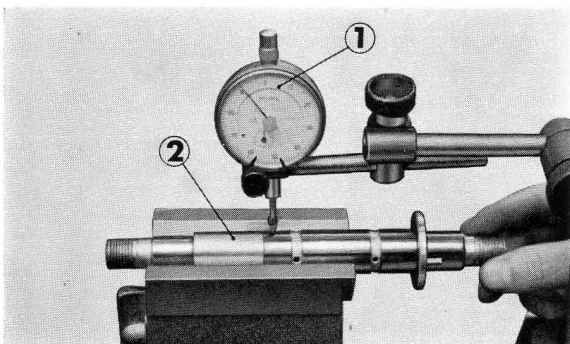

Figure 4-21 : ① comparateur
5. Vérifier le diamètre de l'axe de roue arrière, sa torsion son usure (figure 4-21).